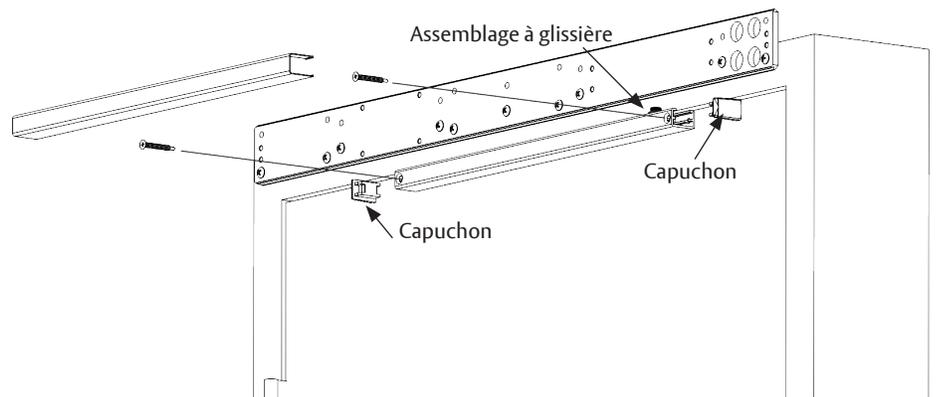

Figure 6
- L'assemblage à glissière et les capuchons d'extrémité doivent être dans le rail avant que les vis ne puissent fixer le rail à la porte. (Figure 6)